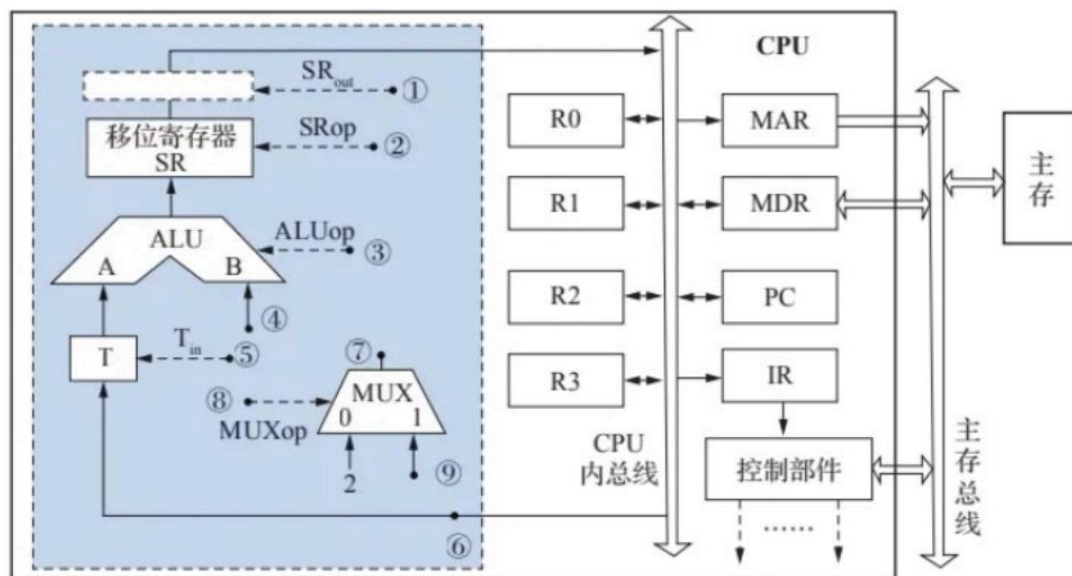

图 6.71 某 16 位计算机的部分数据通路
6.24 某 16 位计算机的主存按字节编址, 存取单位为 16 位;采用 16 位定长指令字格式;CPU 采用单总线结构, 主要部分如图 6.71 所示。图中 R0~R3 为通用寄存器;T 为暂存器;SR 为移位寄存器, 可实现直送(mov)、左移一位(left)和右移一位(right)3 种操作, 控制信号为 S_{Op}, SR 的输出由信号 S_{Rout} 控制;ALU 可实现直送 A(mov)、A 加 B(add)、A 减 B(sub)、A 与 B(and)、A 或 B(or)非 A(not)、A 加 1(inc)7 种操作, 控制信号为 ALU_{Op}。请回答下列问题。